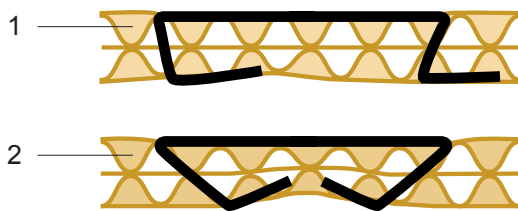

Fig. 13
Planhäftaren är noggrant testad före leveransen. P.g.a hantering under transporten kan häfthuvudets läge förändras och en finjustering av städet behövas. Se (Fig. 13/1) som visar en defekt klamring.
- Gör en test genom att klamma i en kartong. En klamring med korrekt justerat städ visas i (Fig. 13/2).
3. Demontera de fyra skruvarna (Fig 13/1) och demontera de drivande delarna från klammerbanan.
4. Tag bort skruv (Fig 13/2) som håller de drivande delarna på plats.